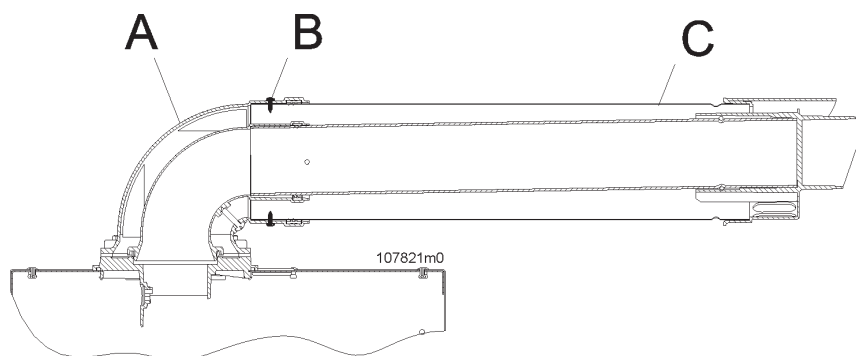

Figura 5-38 - Corretta installazione del condotto coassiale
ATTENZIONE!!! Seguire scrupolosamente le fasi di installazione del condotto coassiale come illustrato in Figura 5-38:
- 1.- inserire il condotto coassiale "C" all'interno della curva "A" (Figura 5-38);
- 2.- 6.- fissare il condotto esterno con le viti autofilettanti "B" in acciaio inox (Figura 5-38).